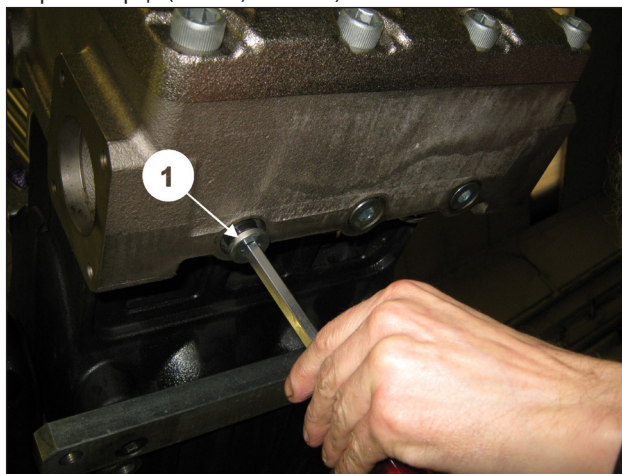

Рис. 113
В завершение демонтажа снимите пробки G1/2" с нижней стороны торца (поз. ①, Рис. 113).